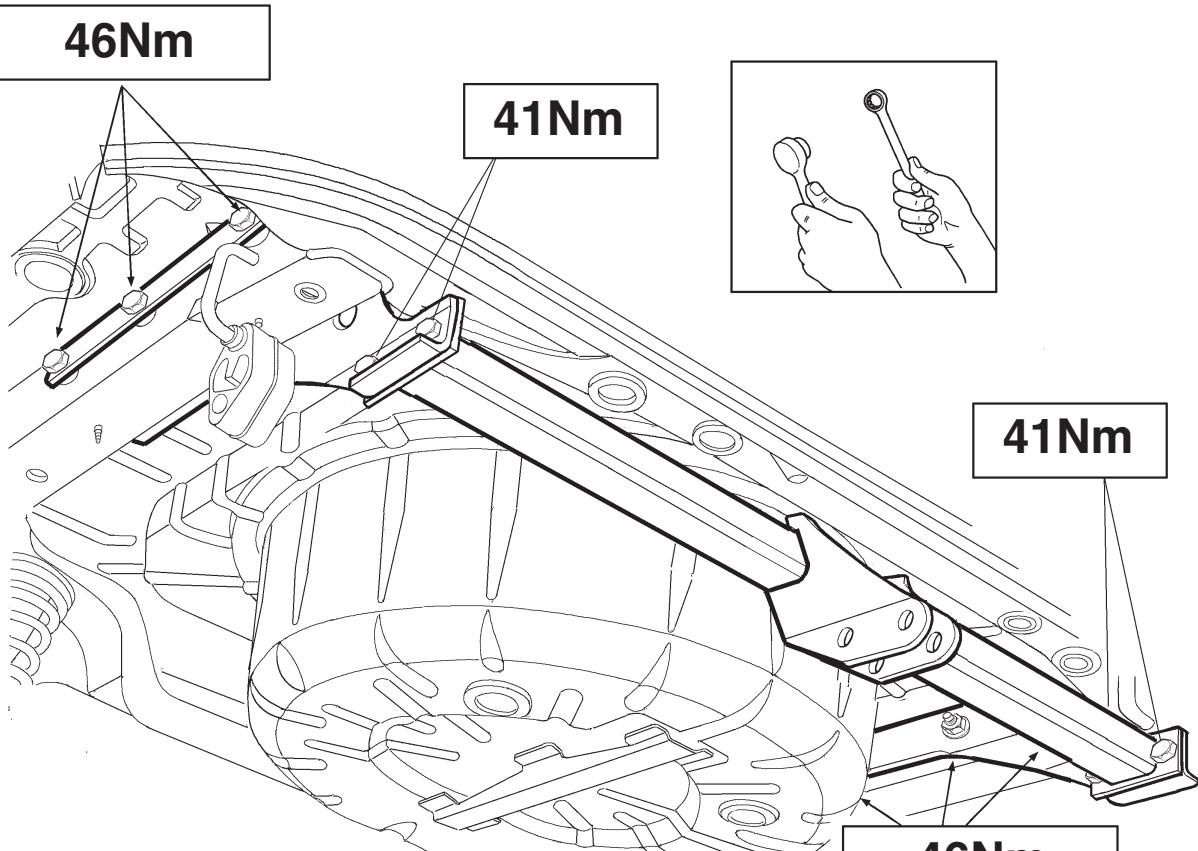

fig. 8
2. Anbring kontraplader med afstandsrør og bolte som vist i fig. 4, 5 og 6. Pas på at boltene befinner sig på det rigtige sted. Anbring sidepanelerne imellem chassisvangerne ifølge fig. 7. Anbring tværvangen imellem sidepanelerne ifølge fig. 7a. Anbring møtrikkerne ifølge fig. 7 og spænd dem - ifølge fig. 8 - med det rette torsionsmoment.
2. Montare le contropiastre con le bussole ed i bulloni, come indicato nelle figure da 4 a 6. Assicurarsi che i bulloni siano posizionati correttamente. Posizionare i pannelli laterali tra i montanti del telaio, come indicato in fig. 7. Posizionare la traversa tra i pannelli laterali, come indicato in fig. 7a. Applicare i dadi, come indicato in fig. 7 e serrarli alla coppia di serraggio indicata in fig. 8.